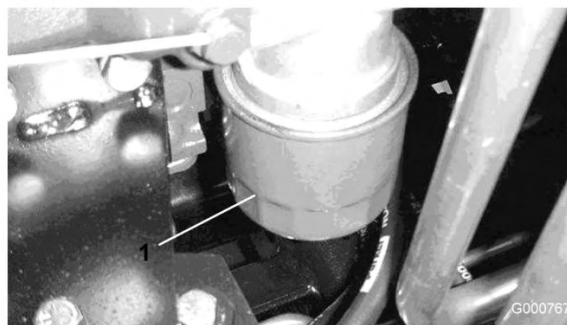

Figura 57
2. Togliete il filtro dell'olio (Figura 57). Applicare un velo di olio pulito sulla tenuta del nuovo filtro prima di avvitarla. Non serrate troppo.